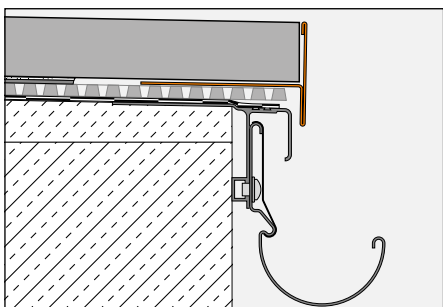

Fig. 2
3.2 Lors de la pose sur la natte Schlüter-TROBA-PLUS avec des plots réalisés à l'aide des disques de coffrage Schlüter-TROBA-STELZ-DR (fig. 2), le profilé de rive Schlüter-BARA-RT masque le chant du revêtement et la natte. L'aillette de